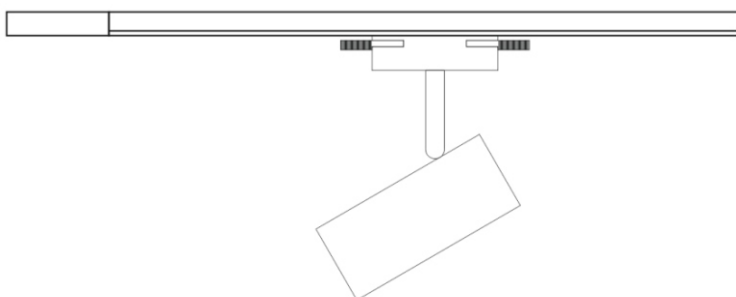

Рис.4
5. Установка завершена (Рис.4)